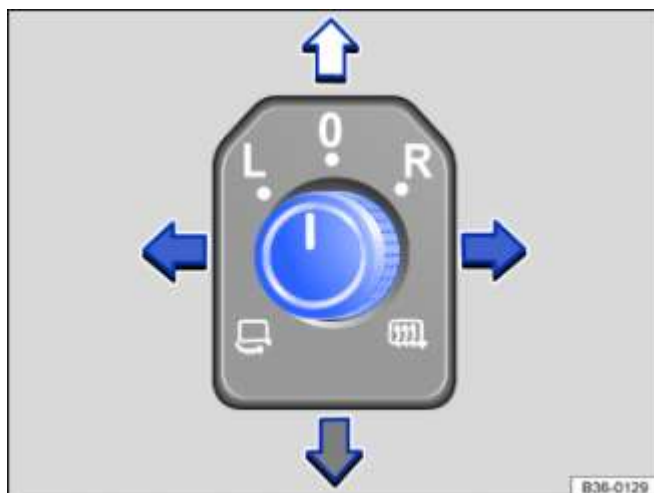

Fig. 93 Dans la porte du conducteur : commande rotative pour les rétroviseurs extérieurs
- Tournez la commande rotative dans la porte du conducteur sur le symbole souhaité → Fig. 93.